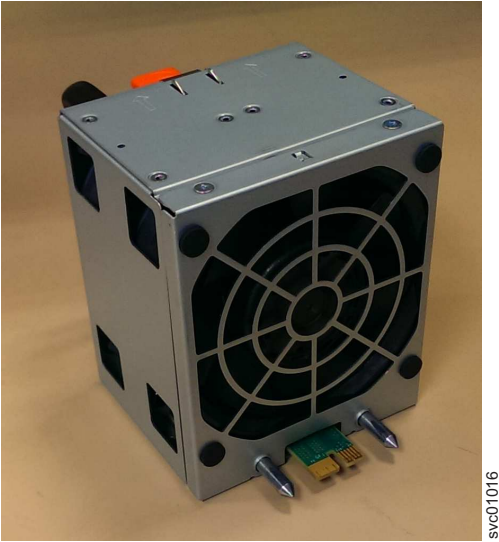

图 101. 风扇模块方向
1. 使用顶部的松开卡口和底部的插销来固定风扇模块，如第 97 页的图 101 中所示。